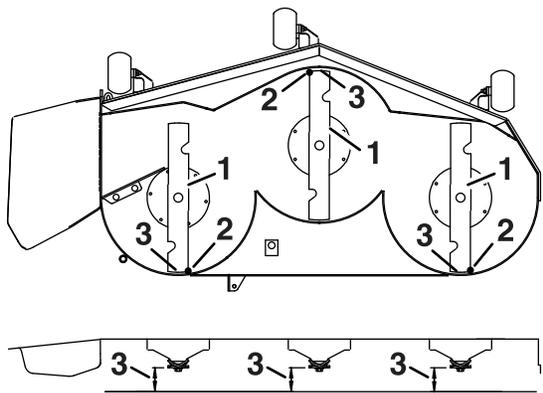

Figura 85
7. Compruebe la inclinación longitudinal de las cuchillas (Figura 85). Asegúrese de que la punta de la cuchilla delantera está más baja que la punta de la cuchilla trasera, según se muestra en la tabla Altura de los bloques e inclinación. Si es necesario realizar ajustes, siga con este procedimiento.